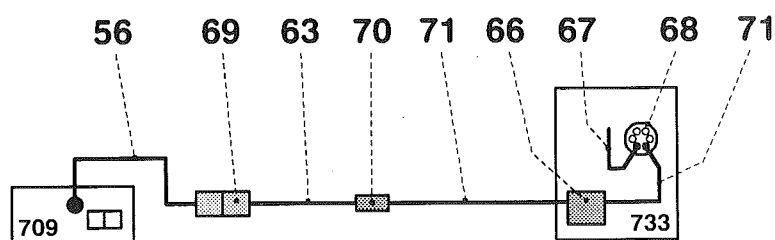

Fig. 14: Conexión a la válvula inyectora con capilares de acero
- Conectar el capilar de salida **63** de la unidad de filtración Manufit **69** con ayuda del acoplamiento **70** a un capilar de acero **71** cortado al largo deseado (véase Fig. 14).